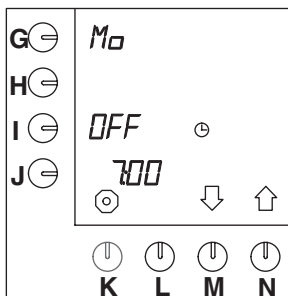

Fig. 43 Forvarmning af beholder
- I displayet vises **OFF** i positionen ved siden af programmeringsknappen (**I.**), se fig. 43 .